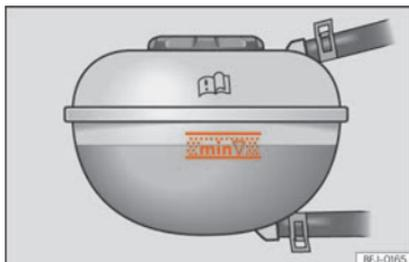

Fig. 188 No compartimento do motor: marca no depósito de expansão do líquido de refrigeração.
- Verifique o nível do líquido de refrigeração no depósito de expansão do mesmo. Com o motor frio, o nível do líquido de refrigeração deve ficar entre as marcas »» **Fig. 188.** Com o motor quente, o nível também poderá situar-se um pouco acima da marca superior.